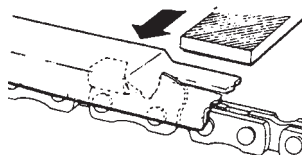

Fig. 38
- 3) Placer la jauge de contrôle sur le maillon-gouge. Si le limiteur de profondeur dépasse de la jauge, le mettre à niveau par rapport à la partie supérieure de la jauge de contrôle. Toujours limer de l'intérieur de la chaîne vers un maillon-gouge extérieur (Fig. 38).